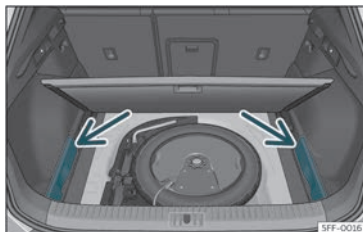

Fig. 107 Al maleter: tapes per guardar la safata.
- Traieu les tapes esquerra i dreta»» **fig. 107**.